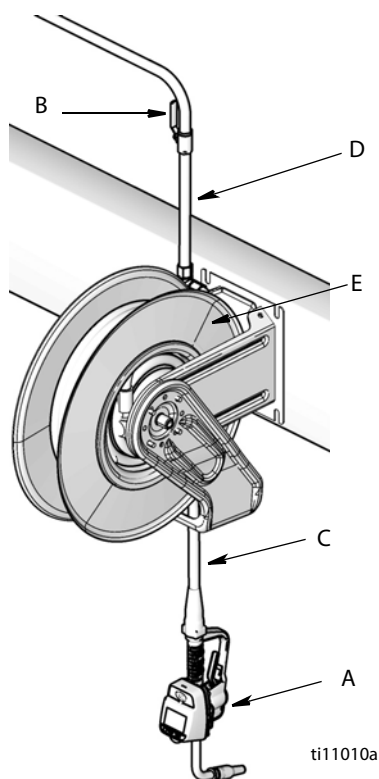

Рис. 13
Типовые схемы установки (Рис. 13)
Типовая схема установки, показанная на рис. Рис. 13, может служить лишь общей рекомендацией. Она не является проектом реальной системы. За помощью в разработке системы, отвечающей соответствующим требованиям, обращайтесь к дистрибьютору Graco.
2. Закройте жидкостный запорный клапан (В, Рис. 13).
1. Закройте запорный клапан жидкости (В, Рис. 13, стр. 13) в каждой позиции раздачи.